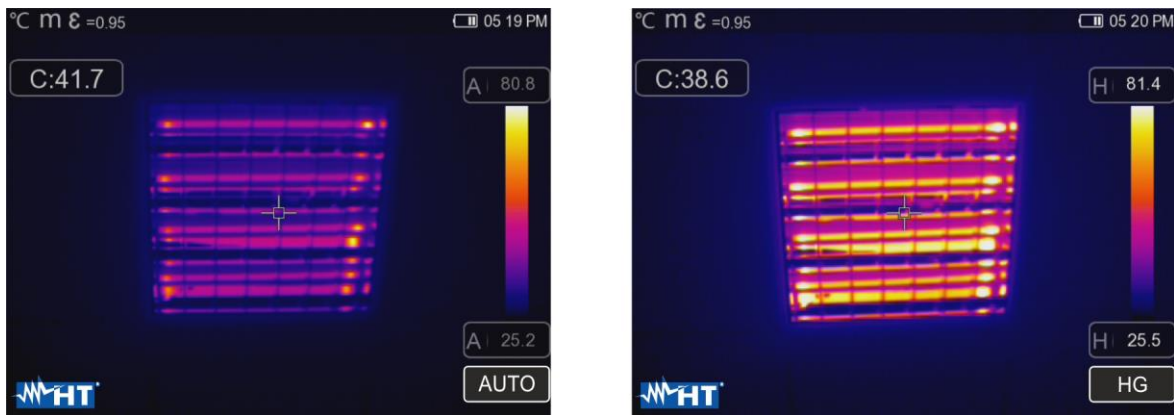

Fig. 46: Configuración modos Automático e Histograma
- Modo **Histograma (HG)** → los niveles mínimo y máximo de temperatura del objeto encuadrado en el visualizador son siempre definidos automáticamente por el instrumento, como en el modo Auto, pero en tal caso se resaltan particularmente las zonas de la imagen en las cuales los valores de las temperaturas son muy distintos de las zonas adyacentes. La relación entre la temperatura y el color de la paleta es no **lineal** en base a un algoritmo de histograma. Este modo enfatiza la visualización de la imagen en ambientes de trabajo muy oscuros
1. Pulse la tecla o bien toque el icono “AUTO” presente en la parte inferior derecha del visualizador. Las pantallas de Fig. 46 muestran las selecciones de los modos “AUTO” y “HG”